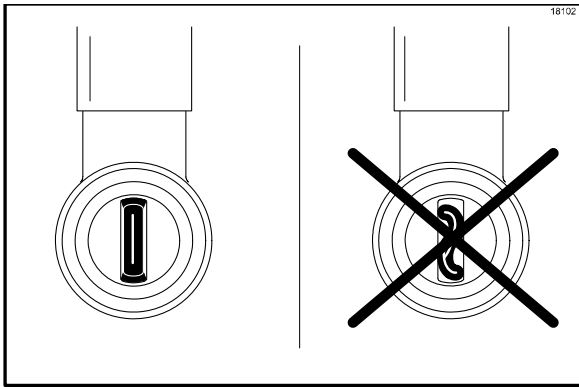

Abbildung 31
17. Prüfen, ob das Entenschnabelventil korrekt in der der Sirup-Anschlussnase sitzt. Die Spitze des Entenschnabelventils **muss gerade** sein, um die Sirupleitung abzudichten. (Siehe Abbildung 31.)